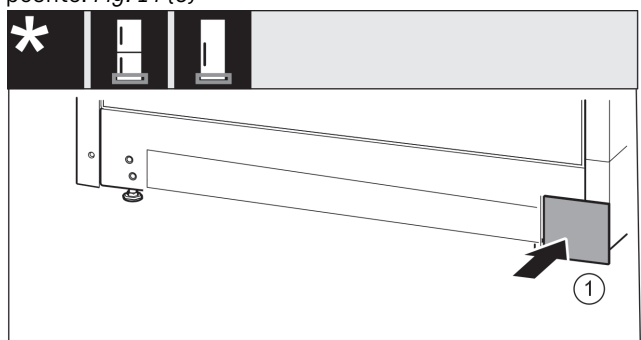

Fig. 15
- Vendosni seri në vend kapakun mbulues në anën tjetër. *Fig. 15 (1)*